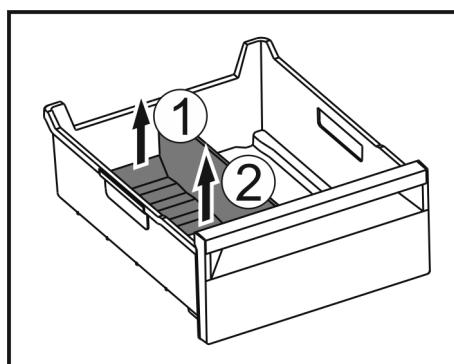

Fig. 175
- Ridicați partea posterioară a separatorului pentru compartimentul de gheață. Fig. 175 (1)
- Scoateți separatorul pentru compartimentul de gheață în sus. Fig. 175 (2)